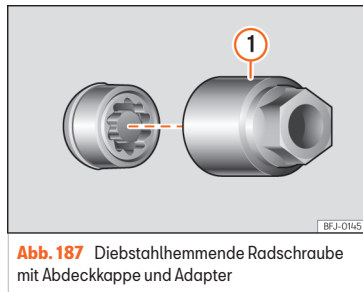

Abb. 187 Diebstahlhemmende Radschraube mit Abdeckkappe und Adapter
- Setzen Sie den Spezialadapter »» (Abb. 187) ① (Bordwerkzeug »» S. 257) bis zum Anschlag in die diebstahlhemmende Radschraube ein.